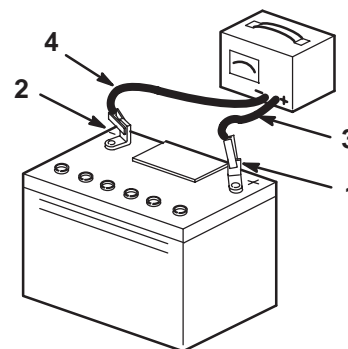

Bild 37
4. Ziehen Sie, wenn die Batterie voll geladen ist, den Stecker des Ladegeräts aus der Dose. Klemmen Sie dann die Klemmen des Ladegeräts von den Batteriepolen ab (Bild 37).